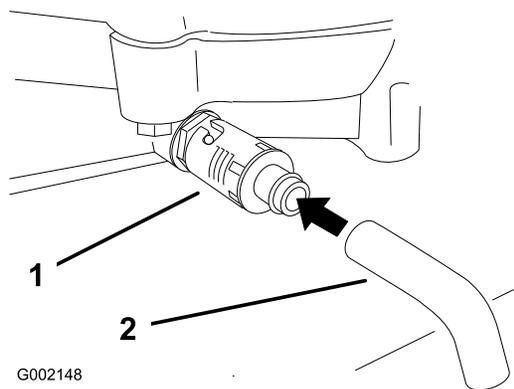

図 20
- ドレンの下に廃油受けを置く。ドレン・バルブを回して開き、オイルを排出する (図 20)。